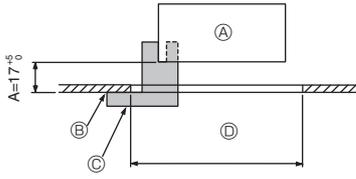

Fig. 9-2
①	Izgara	1	950 × 950 (mm)
②	Geyç	1	(dört bölmeli)
③	Vida (4 × 16)	1	PLP-6EAE, PLP-6EALME için
④	i-see sensor köşe paneli	1	PLP-6EAE, PLP-6EALME için
⑤	Kablosuz uzaktan kumanda	1	PLP-6EALM, PLP-6EALME için
⑥	Uzaktan kumanda yuvası	1	Ürünle birlikte uzaktan kumanda sağlandığında bulunur.
⑦	LR6 AA pil	2	Ürünle birlikte uzaktan kumanda sağlandığında bulunur.
⑧	3,5 × 16 kılavuz vida	2	Ürünle birlikte uzaktan kumanda sağlandığında bulunur.
9.2. Izgarayı takma hazırlığı (Fig. 9-2)
• Bu kit ile birlikte verilen geyci ② kullanarak ünitenin tavana göre konumunu ayarlayınız ve kontrol ediniz. Eğer ünite tavana göre doğru yerleştirilmezse hava geçirebilir veya kondansasyon birikmesine imkan verebilir.